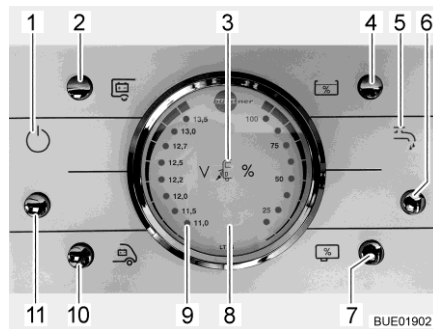

Fig. 188 Panel LT 96
El pulsador (Fig. 188,11) conecta y desconecta el panel y la alimentación de 12 V del habitáculo.
Conectar: ■ Pulsar el pulsador (Fig. 188,11): La alimentación de 12 V del habitáculo está conectada. La luz de control (Fig. 188,1) se enciende.
Desconectar: ■ Pulsar el pulsador (Fig. 188,11): La alimentación de 12 V del habitáculo está desconectada. La luz de control (Fig. 188,1) se apaga.
Observar la escala izquierda del instrumento indicador V/depósito (Fig. 188,8). El instrumento indicador se ilumina automáticamente al accionar el pulsador.
- Pulsar el pulsador (Fig. 188,10): Indica la tensión de la batería del motor de arranque.
- Pulsar el pulsador (Fig. 188,2): Indica la tensión de la batería del habitáculo.
Observar la escala derecha del instrumento indicador V/depósito (Fig. 188,8). El instrumento indicador se ilumina automáticamente al accionar el pulsador.
- Pulsar el pulsador (Fig. 188,4): Indica la cantidad de agua.
- Pulsar el pulsador (Fig. 188,7): Indica la cantidad de aguas residuales.
- Pulsar el pulsador (Fig. 188,6): El suministro de agua está conectado. La luz de control de bomba de agua (Fig. 188,5) está iluminada.
- Pulsar el pulsador (Fig. 188,6): El suministro de agua está desconectado. La luz de control de bomba de agua (Fig. 188,5) se apaga.
La luz roja de "ALARMA" (Fig. 188,9) parpadea en cuanto la tensión de la batería del habitáculo baja de 11 V (medición durante el servicio) y hay peligro de descarga completa.
La luz de control de 12 V (Fig. 188,1) estará encendida si el pulsador principal de 12 V (Fig. 188,11) está conectado.
Se enciende la luz de control de 230 V (Fig. 188,3) cuando hay tensión de red en la entrada del bloque eléctrico.